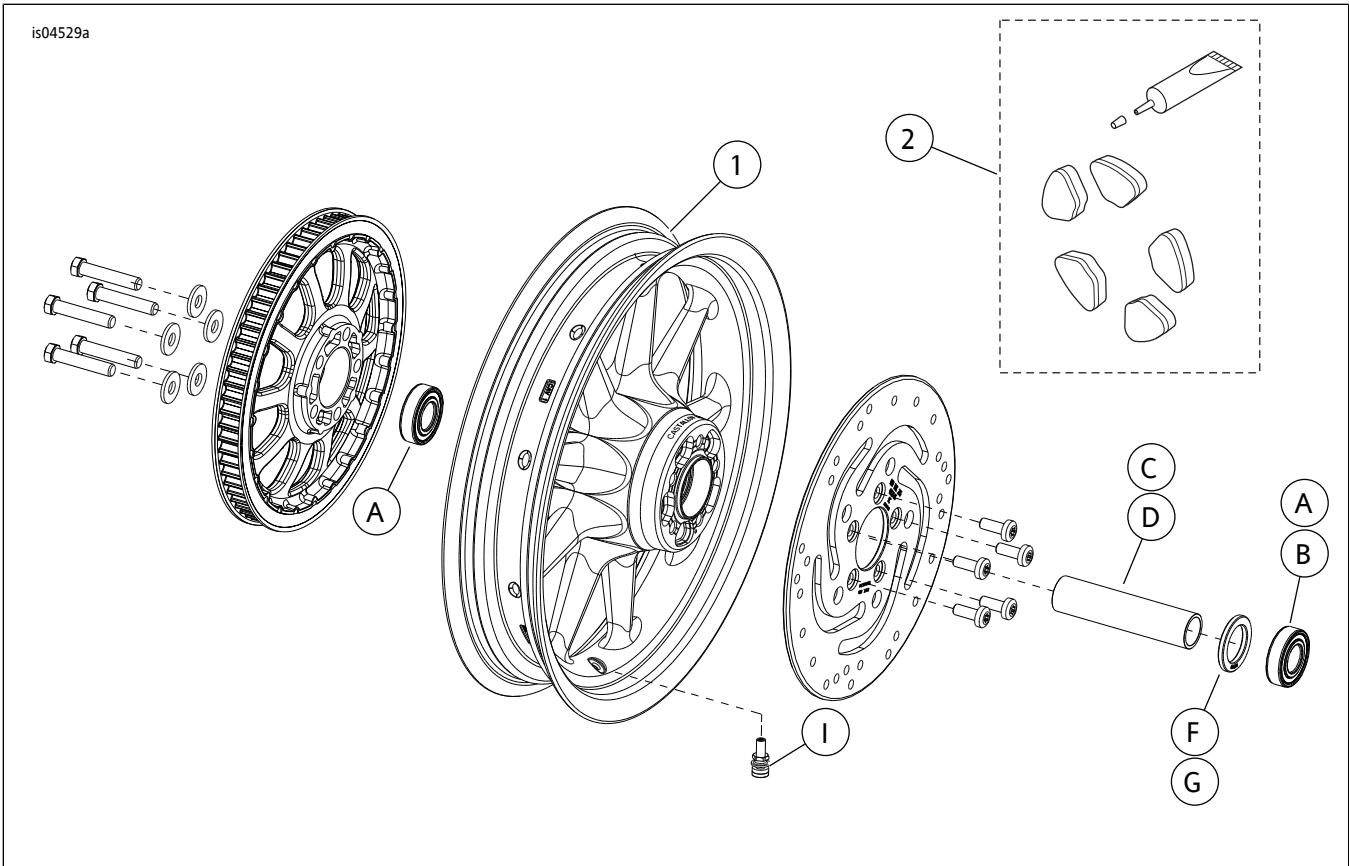

图1。维修零件：九辐条后轮
参见图1。和表2
2. 参见图1。在车轮上安装阀杆组件(I)。参阅维修手册中的“轮胎”部分。